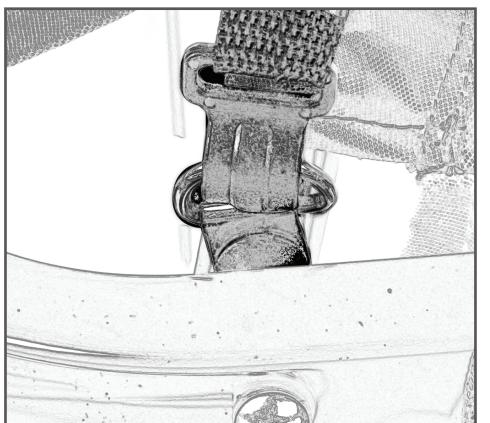

図20
- ウインドウをロールダウンしてD リングに固定させてください(図20)。